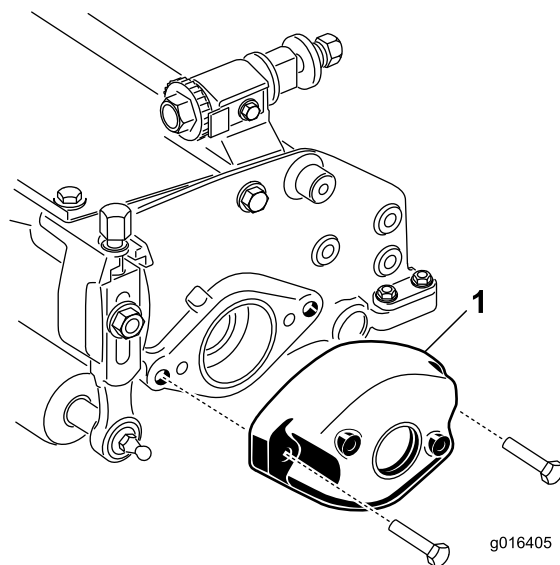

Figura 3
2. Scoateți contragreutatea (Figura 3).